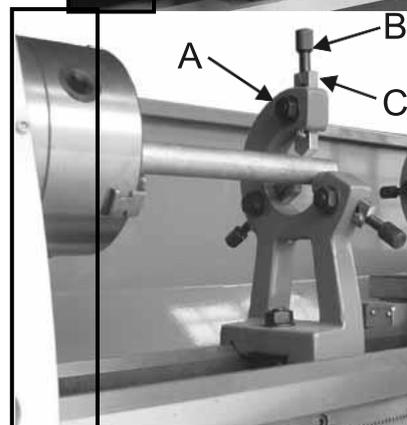

Рис. 34
1. Ослабьте три шестигранные гайки. (А. Рис. 34)
2. Ослабьте винты с накатанной головкой (В. Рис. 34) и откройте скользящие пальцы (С. Рис. 34) так, чтобы люнет можно было перемещать пальцем вокруг заготовки. Зафиксируйте люнет в нужном положении.
3. Затяните винты с накатанной головкой так, чтобы пальцы плотно прилегали к заготовке, но не плотно прилегали к ней. Затяните три гайки (А. Рис. 34). Смажьте точки скольжения машинным маслом.